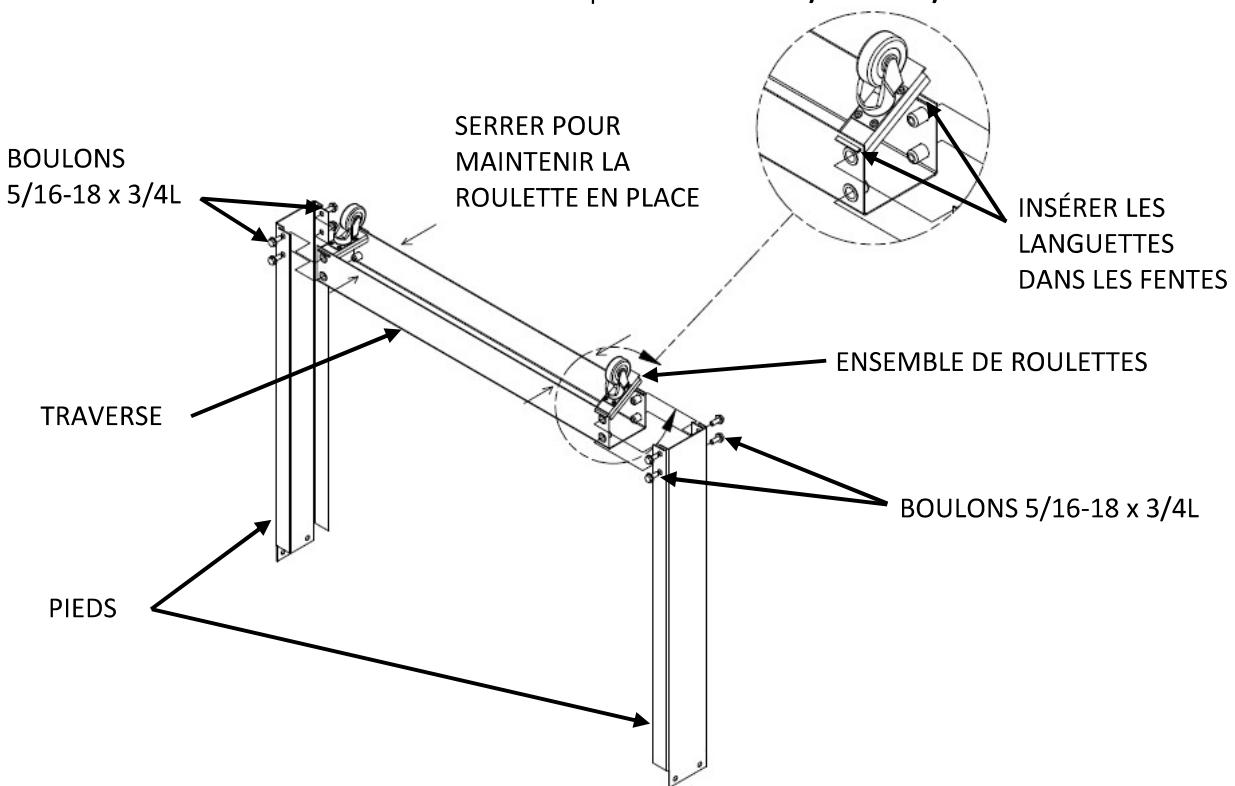

Figure 2
4. Insérez les languettes de l'**ENSEMBLE DE ROULETTES** dans les fentes de la **TRAVERSE POUR LES PIEDS**, puis serrez la **TRAVERSE** pour maintenir l'**ENSEMBLE DE ROULETTES** en place (voir **Figure 2**).
6. Utilisez quatre **BOULONS 5/16-18 x 3/4L** pour fixer chaque **PIED** aux **TRAVERSES** (voir **Figure 2**).